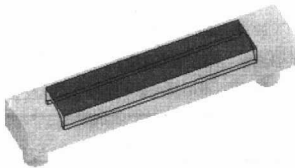
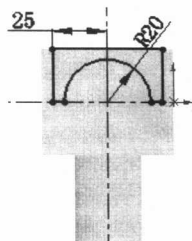

图 1.7 切除—拉伸 1
图 1.8 横断面草图
Step4 添加图 1.7 所示的零件特征——切除—拉伸 1。
(1) 选择命令。选择下拉菜单 **插入(I)** → **切除(C)** → **拉伸(E)...** 命令。
(2) 定义特征的横断面草图。
① 定义草图基准面。选取右视基准面为草图基准面。
② 定义横断面草图。在草绘环境中绘制图 1.8 所示的横断面草图。
③ 选择下拉菜单 **插入(I)** → **退出草图** 命令, 完成横断面草图的创建。